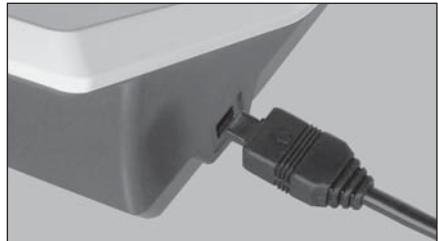

Abb. 1
- 1) Positionieren Sie den Stecker des Netzkabels so, dass die →-Markierung nach unten zeigt und führen Sie diesen in den AC-Adapteranschluss seitlich an der Bedieneinheit ein. (Abb.1)